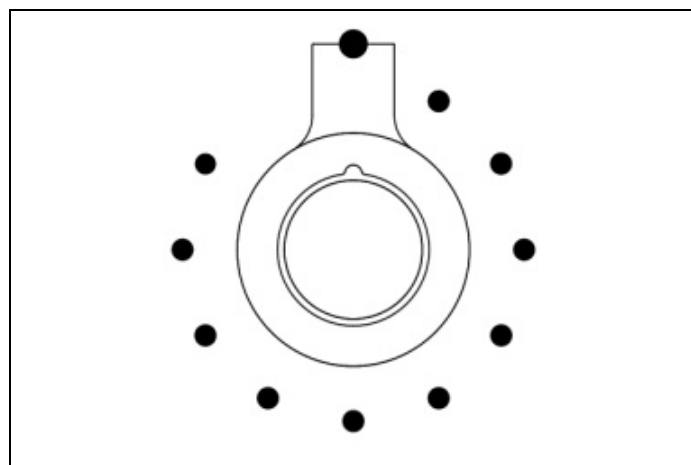
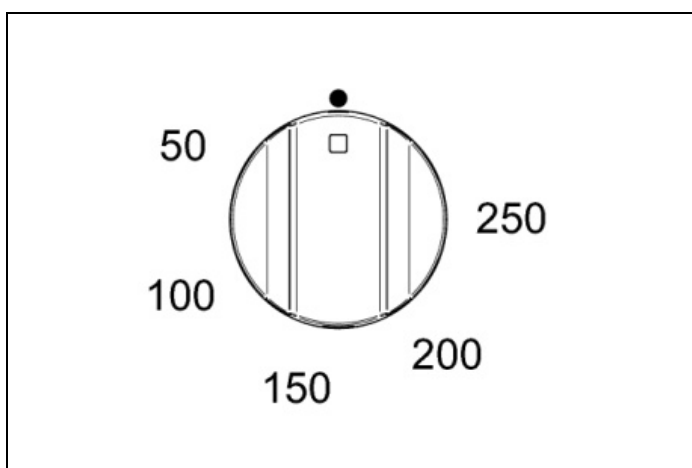
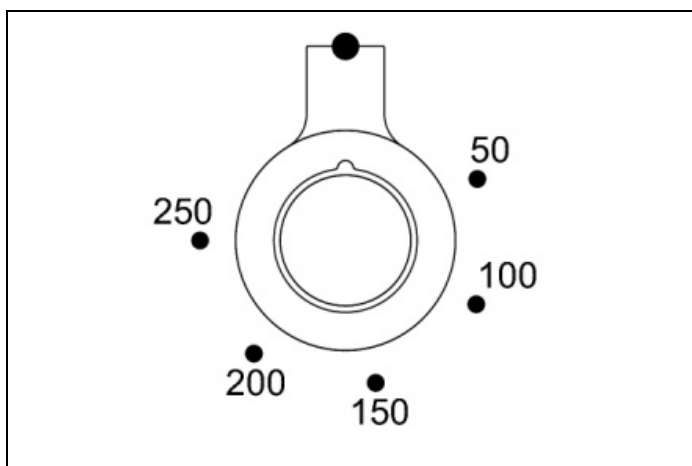

Fig. 25
Fig. 23
Fig. 24
- 2) Tourner le bouton de la température (**Fig. 23 - Fig. 24 et Fig. 25** uniquement pour le modèle PRO T) dans le sens des aiguilles d'une montre pour sélectionner la température souhaitée. Le voyant orange s'éteint dès que le four atteint la température choisie et il est prêt. Il est normal que ce voyant s'éteigne et s'allume pendant la cuisson afin que les éléments maintiennent une température constante (le fonctionnement du four est indiqué sur l'afficheur du programmateur uniquement pour la version PRO T).